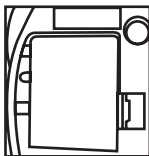
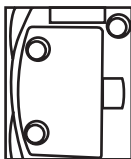

рис. 1
рис. 2
2. Всередині знаходиться акумуляторна батарея (рис.1), стаціонарно розміщена в корпусі. Вона призначена для багаторазового заряджання за допомогою мережевого блоку живлення (стор. 11). Під час зберігання та експлуатації прилад завжди повинен бути закритий кришкою (рис.2).